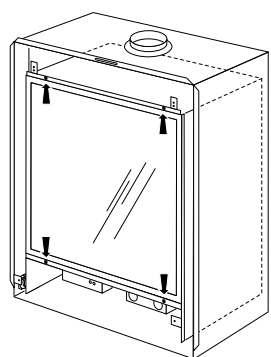

fig. 8
12. Placez la vitre (voir fig. 8). Veillez à ce que le cadre de fixation soit bien mis partout.